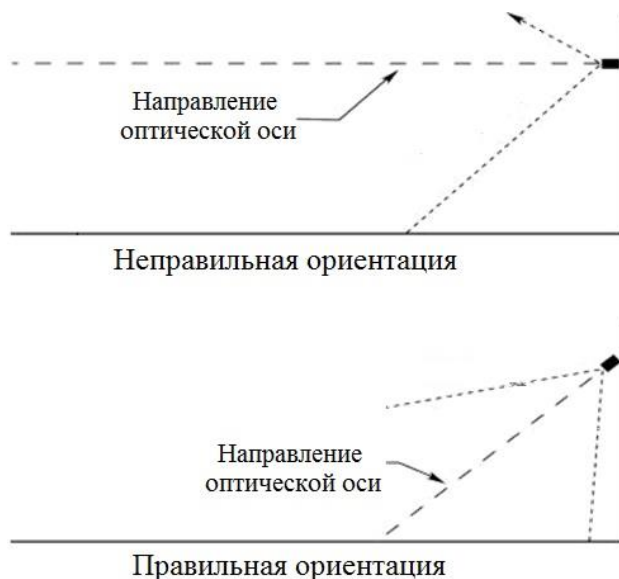

Рисунок 4 – Установка термокожуха с ИК-подсветкой по отношению к горизонту
- ИК-подсветку рекомендуется нацеливать на объект по нисходящей под углом к горизонту, по крайней мере, 10 - 20 градусов (см. рис. 4). Такая установка предотвращает скопление влаги на смотровых окнах.
- Открутить болт крепления крепежно-юстировочного устройства (5) и отсоединить от него термокожух, рис. 4;
- Определить место установки и закрепить крепежно-юстировочное устройство (6) к рабочей поверхности;